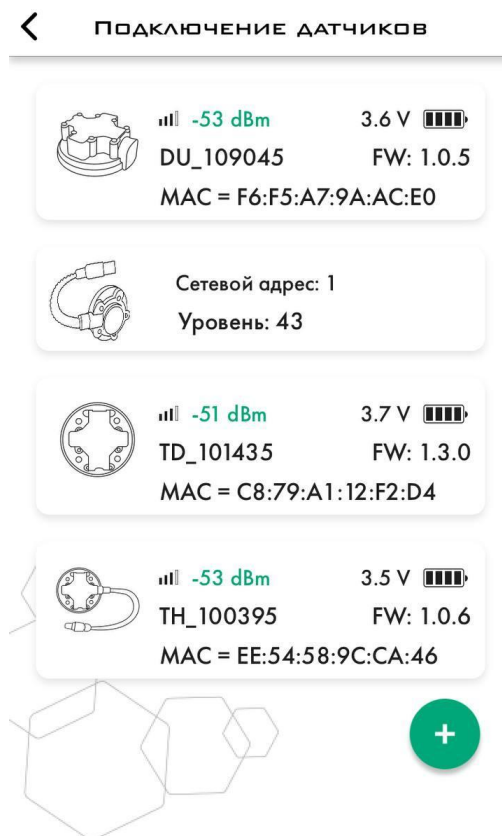
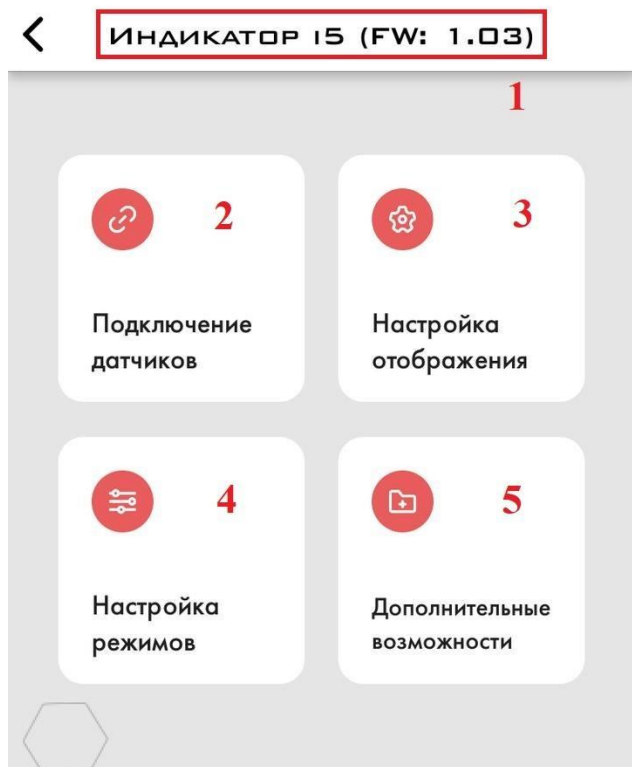

Рис. 67 Нажмите на нужный вам датчик
Рис. 68 Использовать при пересчете (3)
2.9.3 Для того, чтобы включить конкретный датчик TD (BLE или проводной) в пересчет, перейдите в раздел **Подключение датчиков** (Рис. 66, 2) и нажмите на нужный вам датчик (Рис. 67). Затем включите тумблер **использовать при пересчете** (Рис. 68, 3).